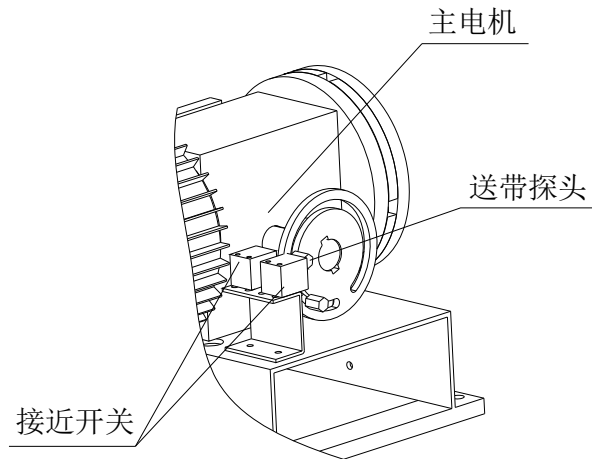

图 3-3
②. 当两接近开关感应到如图 3-3 所示送带探头时，机器开始送带。